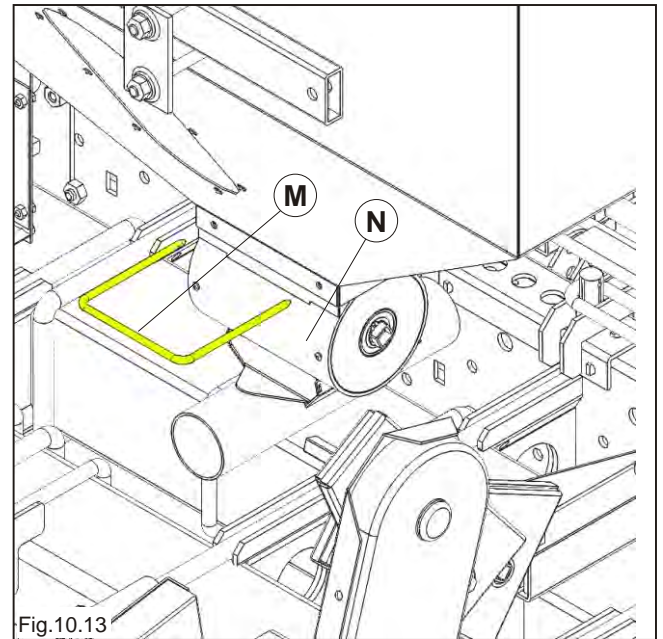

Fig.10.13
- Die Krampe **M** entfernen. Dabei den Verteiler **N** mit einer Hand festhalten, um zu vermeiden, dass dieser herunterfällt (Abb.10.13);